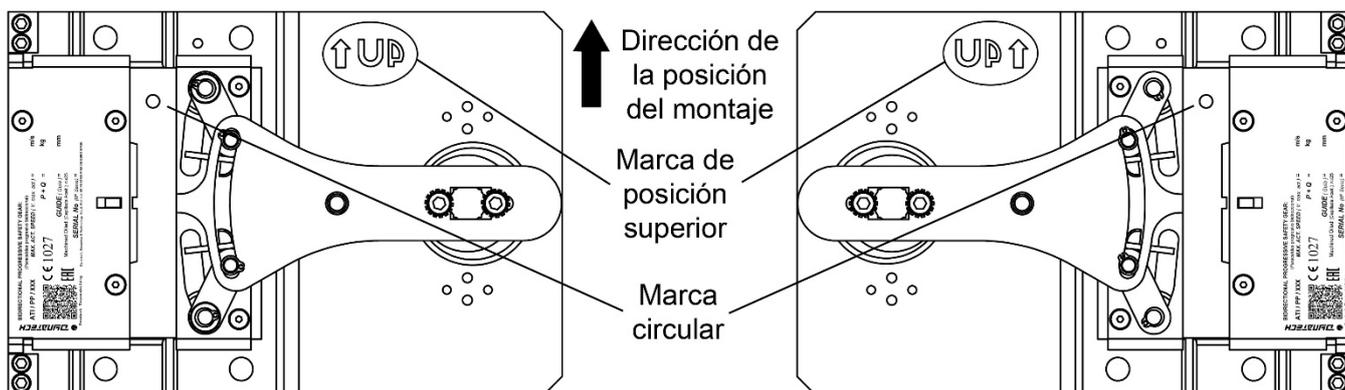

Figura 5: Dirección de la posición del montaje
- La dirección de la posición del montaje de los paracaídas deberá ser como la que se muestra en la Figura 5.